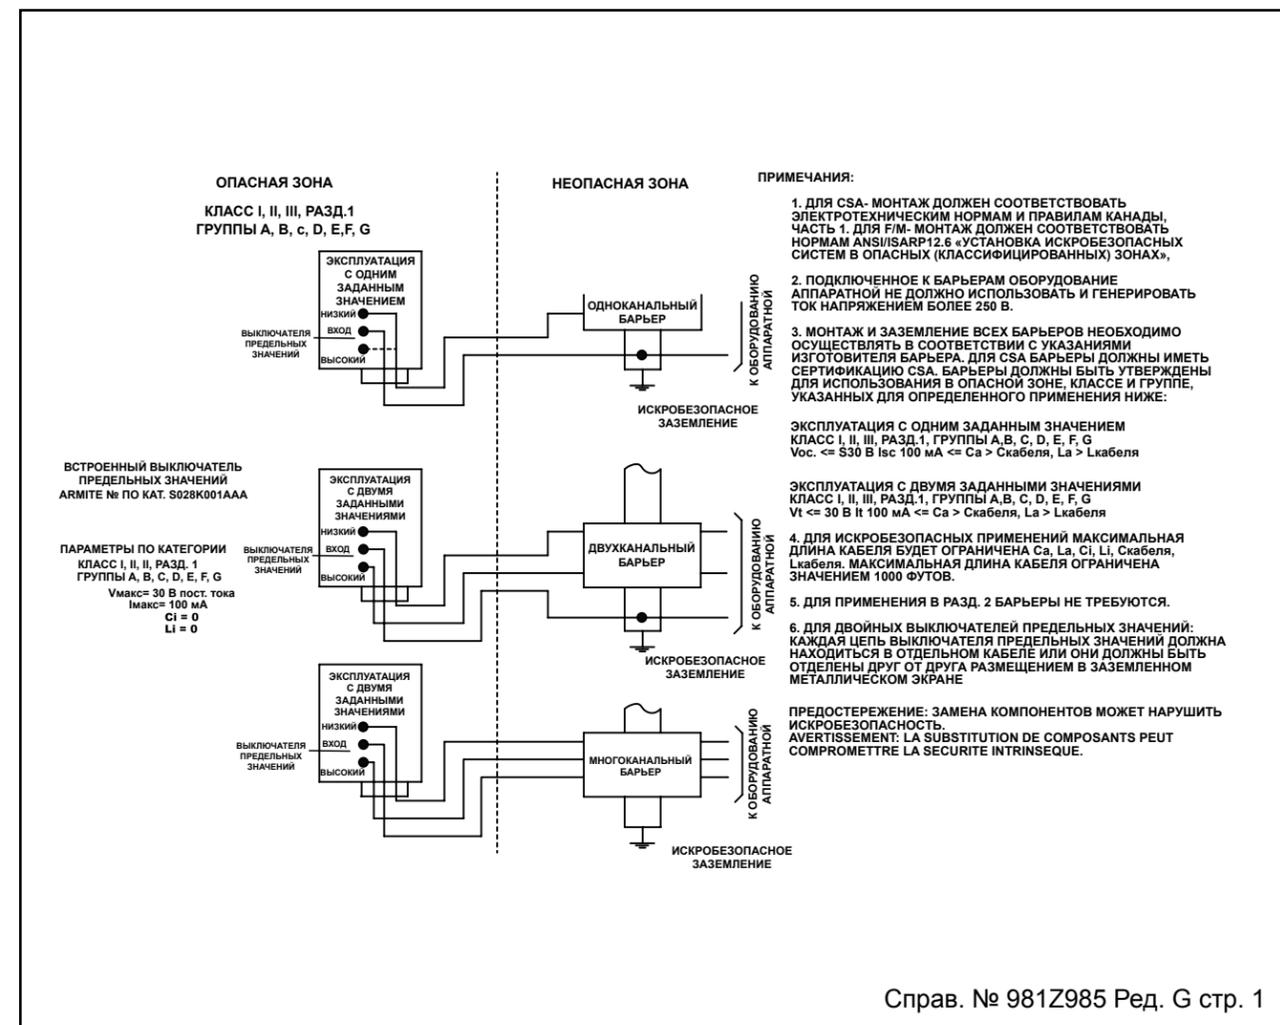

Рисунок 2-4 Монтаж герконового выключателя предельных значений с использованием барьеров искрозащиты.
B. Для монтажа в соответствии с сертификациями FM и CSA/NRTL/C см. Рисунок 2-4 и 2-5. На системной печатной монтажной плате расположены три клеммных блока, обозначенных «Alarm Circuit» (Цепь выключателя предельных значений). Средняя клемма обозначена как «Alarm In» (Вход выключателя предельных значений). Эта клемма предназначена как для верхнего, так и для нижнего предельного значения. Для коммутации цепи подключите провода к клемме «Alarm In»: к «HI» для верхнего предельного значения и к «LO» для нижнего предельного значения. Калибр используемых проводов должен быть в диапазоне от 12 до 20 AWG. Удалите 0,75 см (0,3 дюйма) изоляции с конца провода, вставьте его в клеммный блок и закрутите винт.